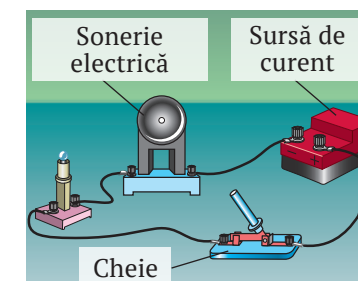

Fig. 2
2. Desenați schema circuitului electric, reprezentat în fig. 2 și indicați direcția curentului în el.